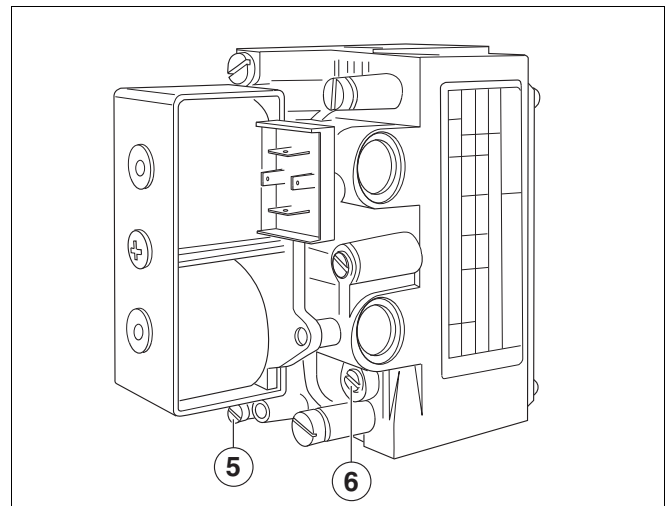

Fig. 5 Robinetterie du brûleur gaz SIT 830 Tandem
- Retirer le capuchon de l'orifice de purge (fig. 5).
- Environ 10 secondes après l'ouverture du bloc, reconnaissable par un léger clic, relever la pression sur le manomètre avec tube en V puis, en tournant dans le sens " plus " ou " moins " sur la vis de charge au démarrage (fig. 5), régler sur